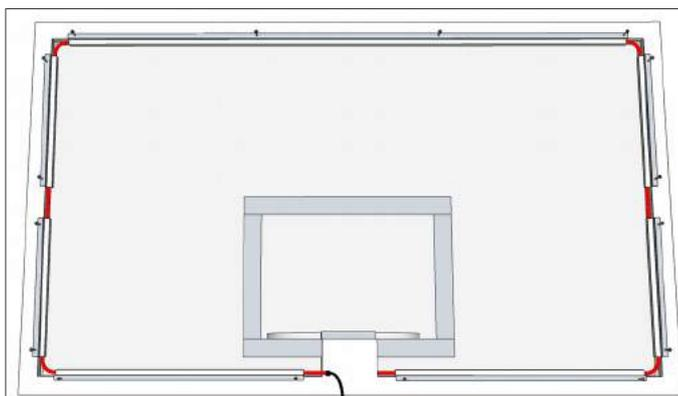
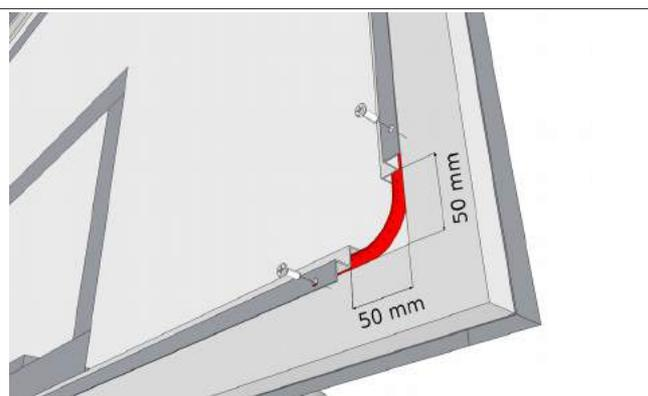

Fig. 4.1: Posizionamento Cornice Luminosa (Vista posteriore del tabellone)
Fig. 4.2: Posizionamento Cornice Luminosa (Vista posteriore del tabellone)
La Cornice Luminosa va posizionata dietro il cristallo trasparente del tabellone in modo da percorrere il bordo esterno come in Fig. 4.1. La Cornice Luminosa andrà fissata con le staffe e viti fornite in dotazione come in Fig. 4.1 e Fig. 4.2. Durante l'installazione è bene verificare che:
- Agli angoli del tabellone lasciare circa 5 cm di spazio libero dalle staffe per permetterne una corretta curvatura (Fig. 4.2).